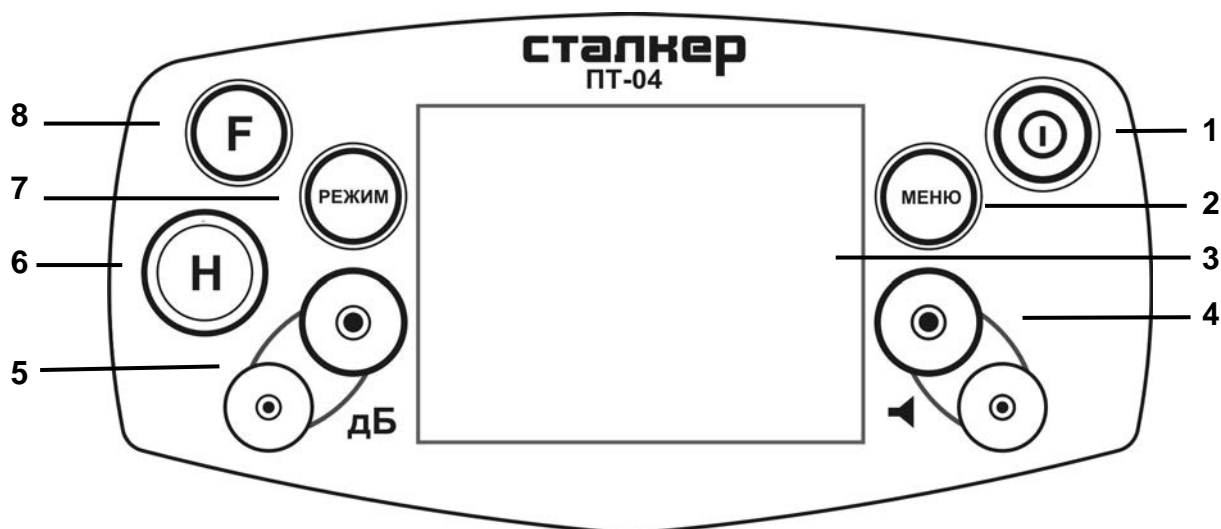

Рисунок 1.4.2 - Передняя панель приёмника
2.2.4 Включение и выключение приёмника осуществляется нажатиями кнопки «**ⓘ**» (см. рис. 1.4.2, поз. 1).